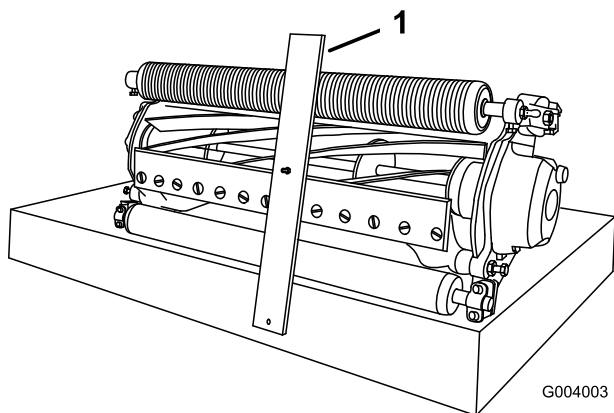

Figure 54
3. Accrochez la tête de la vis sur le bord tranchant de la contre-lame et appuyez l'arrière du gabarit contre le rouleau arrière (Figure 54).